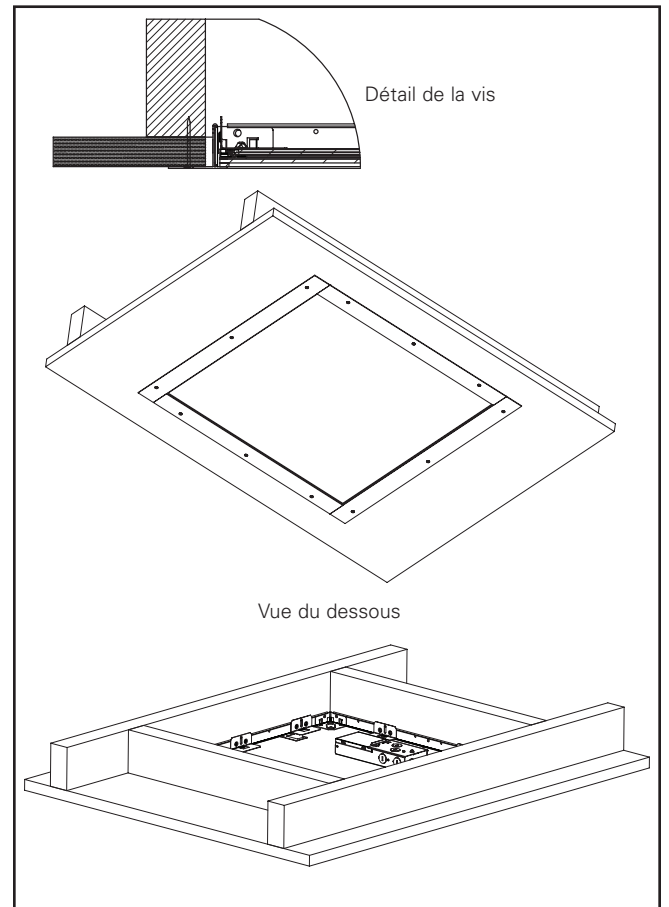

Figure 4.
4. Installation finale (figure 4).